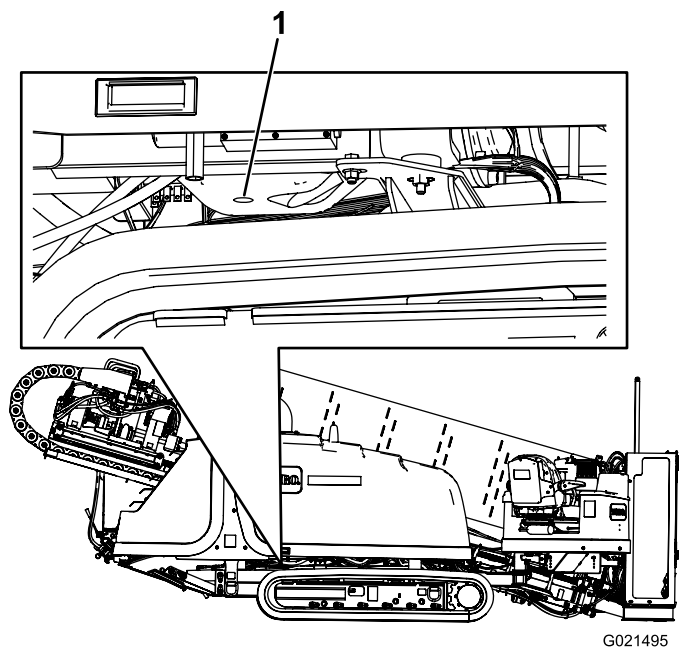

Figura 123
2. Retire o bujão de drenagem (Figura 123).
7. Instale o bujão de drenagem em seu orifício (Figura 123).